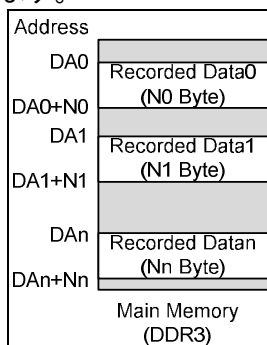

図 3-6: メモリ内の Write DMA Ext コマンドのライト・データ格納状態例
- 1) メイン・メモリ内に記録データを準備します。このとき記録データは図 3-6 に示すように n+1 セグメントに分割されメモリ内に格納されているものとします。